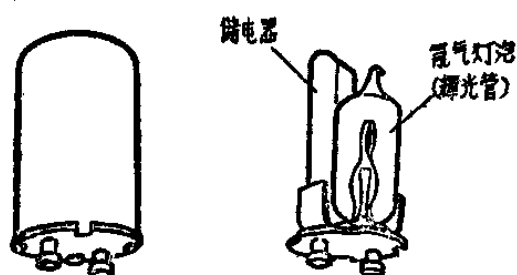

图 4-17
2. 开动器: 又名启动器、啟輝器、虹光开关、司帶脫等, 如图 4-17。它的作用是使灯管两端的电极接通电源, 促使灯管内放电发光。它的种类有輝光式与热开关式, 輝光式是最常用的一种, 它的外面是鋁